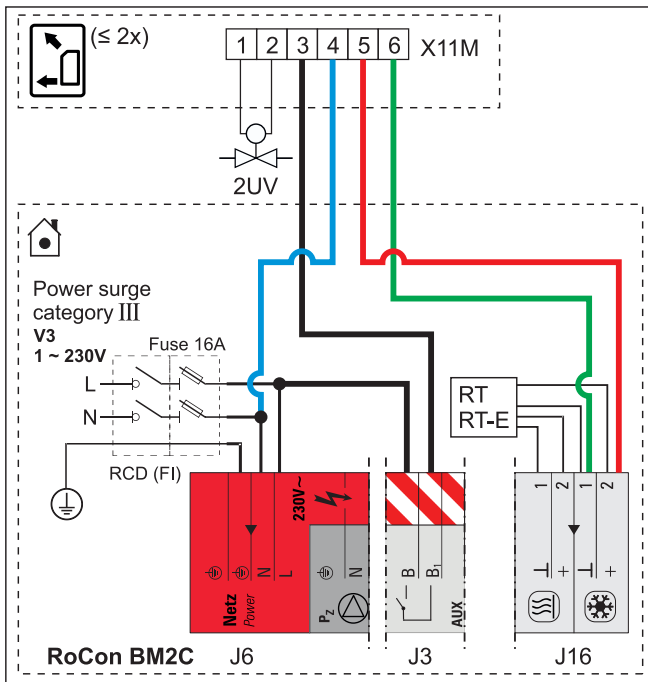

Fig. 64-41 Ligação do HP convector (máx. 2) à Daikin Altherma EHS(X/H)
- Ligação elétrica do HP convector com o acessório seguinte de acordo com Fig. 64-41 como contacto de comutação (aquecimento/refrigeração) no módulo básico.